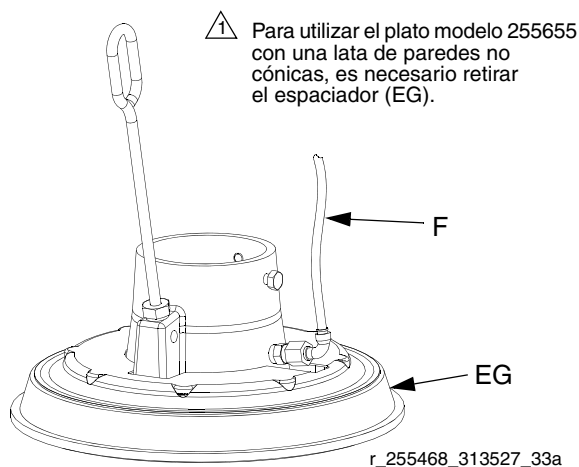

FIG. 10
Vea FIG. 10. Si el plato seguidor no sale fácilmente de la cuba cuando se alza la bomba, es posible que el tubo del aire de asistencia (F) o la válvula de retención estén atascados. Una válvula atascada impide que el aire llegue a la parte inferior del plato para ayudarlo a alzarse y salir de la lata.
2. Limpie el tubo auxiliar de aire (F) del plato seguidor. Limpie todas las piezas de la válvulas y vuelva a montarlas.
3. Quite la varilla de purga (EK) del plato seguidor. Empuje la varilla de purga a través de los orificios de liberación de purga para eliminar los restos de material.